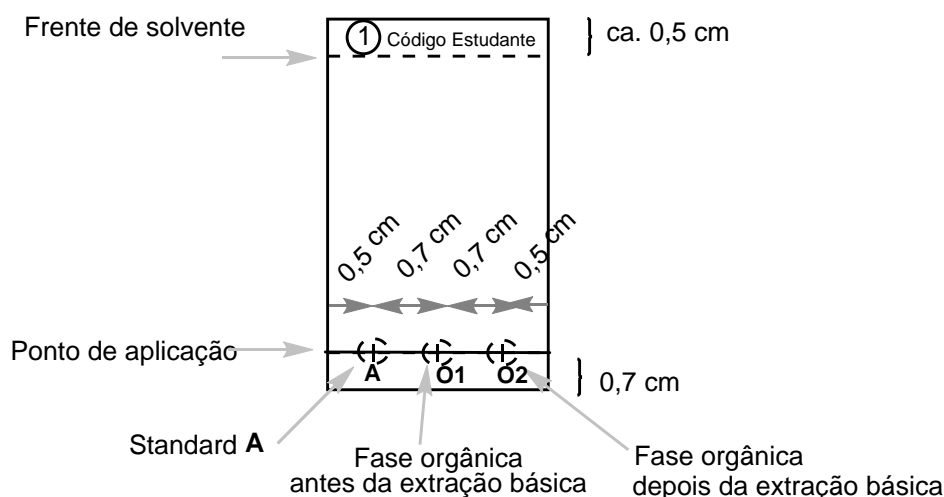

Figura 2. Instruções para preparação da placa de TLC.
- Prepare a placa de TLC. Verifique-a antes de usar. As placas danificadas podem ser substituídas sem qualquer penalização. Utilize o lápis com leveza para desenhar a linha do ponto de aplicação e marcar as posições para cada amostra. Escreva no topo da placa o número **1** num círculo e o seu código de estudante (ver Figura 2). Dissolva a amostra fornecida de 2-acetonafona (frasco etiquetado, **Standard A**) em cerca de 2 cm³ de etanol (volume aproximado de 1 pipeta de Pasteur de vidro cheia). Marque as posições das 3 amostras a serem aplicadas: **A**, **O1**, e **O2** (ver Figura 2). Aplique 1 μL (marca no capilar de 5 μL) do standard **A** e da fase orgânica obtida no passo II.3 (**O1**). A amostra **O2** será aplicada posteriormente.